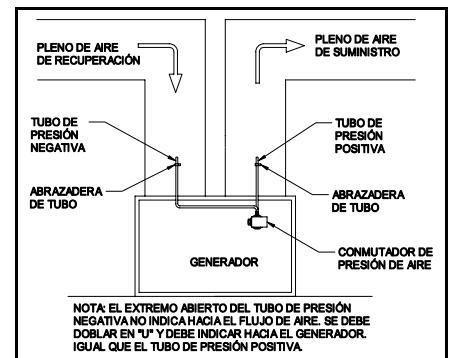

Figura 8
b. El conmutador de presión de aire se ha instalado para detectar solamente la presión positiva. La instalación de un tubo adicional detector de presión en el lado del pleno de recuperación del generador, permitirá que el conmutador detecte la operación del ventilador con mayor facilidad. Siga los mismos pasos (pasos 3 al 6) indicados arriba para la instalación del tubo original, excepto que el tubo adicional estará ubicado en el pleno de aire de recuperación. Este tubo adicional no se suministra, sin embargo la abrazadera para el tubo viene incluida. Tanto un tubo de cobre de 1/4" o de aluminio de 1/4", disponibles en su ferretería local, serán adecuados. Repita el paso 12a luego de la instalación de este tubo adicional. (Ver Figura 8)